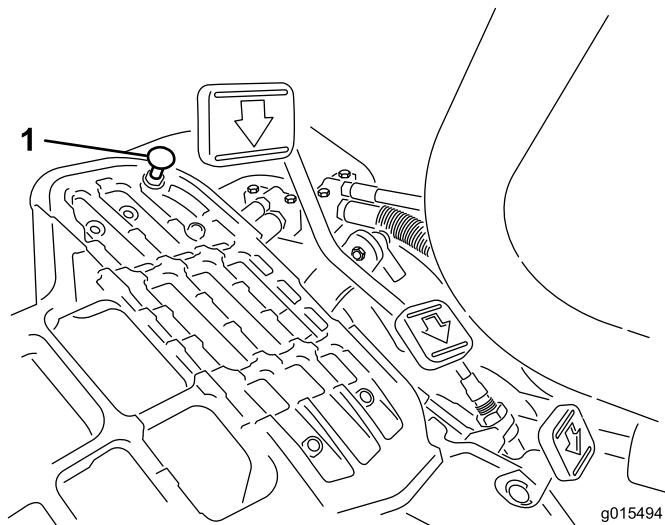

図 48
モードレバーを「移動走行」位置にセットし、ペダルを一杯に踏み込めば最高速度となります。ケーブルに張力が掛かる前にペダルがストップ（図 48）に当たる場合には調整が必要です。
1. モードレバーを「移動走行」位置にセットし、ペダルストップを固定しているロックナットをゆるめる（図 48）。